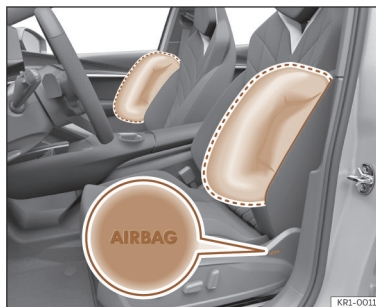
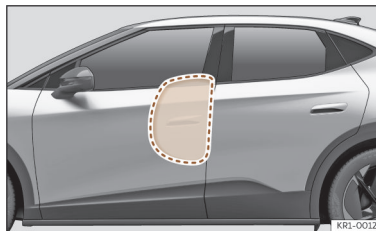

Fig. 31 Airbag lateral no banco do condutor e do passageiro.
Fig. 32 Airbag lateral ativado totalmente no lado esquerdo do veículo.
Os airbags laterais estão localizados nos encostos dos bancos dianteiros >>> **Fig. 31**, >>> **Fig. 32**.
- Assegure-se de que as crianças viajam sentadas corretamente nas suas cadeiras e não colocam a cabeça na zona de insuflação dos airbags laterais >>> Fig. 32, uma vez que, se os airbags disparassem, poderiam bater-lhes e causar-lhes lesões graves.